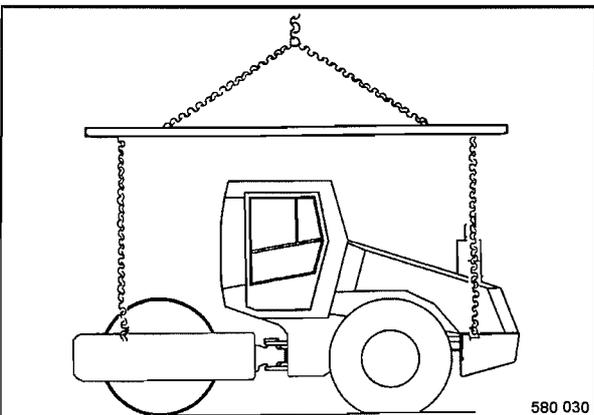

Fig. 53
- Pala alzar la máquina asimismo hay que emplear las cuatro armetas (Fig. 53) y un aparejo de carga.